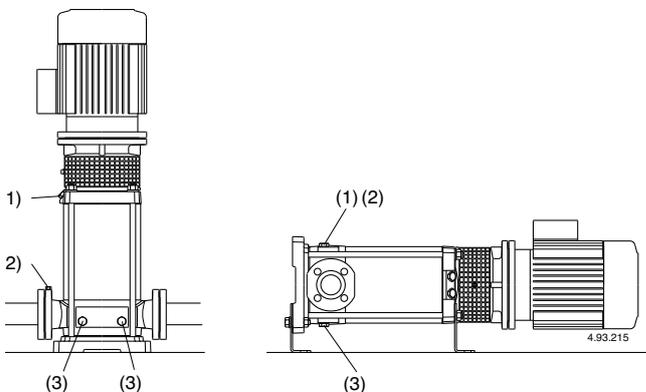

Рис. 3 (1) Наполнение и отдушина
При положении насоса **выше уровня перекачиваемой жидкости** (работа в режиме всасывания, **рис. 2А**) или при недостаточной высоте напора (менее 1 м) для открытия обратного клапана наполните всасывающую трубу и насос через соответствующее отверстие (1) (**рис. 3**).
Во время наполнения винт со штифтом (14.17) в сливной пробке (14.12) должен быть откручен, чтобы имелось соединение между камерой подающей части и камерой всасывающей части (**рис. 3а**).
Рис. 3а Наполнение: внутренний проход открыт
Рис. 3б При работе: внутренний проход открыт
(2) Отдушина на всасывании
(3) Слив
При работе **под гидравлическим напором** (**рис. 2В**) наполняйте насос, медленно открывая задвижку на всасывающей трубе до полного раскрытия; при этом, задвижка в подающей трубе и отдушины (1) и (2) должны быть полностью открыты (**рис. 3**), чтобы выпустить воздух.
Закройте отдушину (1) и (2) (рис. 3).
Для MXV-B, MXV(L) 25-32-40 и MXV(L)4 25-32-40 Затяните игольчатый винт (14.17) в сливной заглушке (14.12) (рис. 3б) и закройте отверстие для выпуска воздуха (14.04).
Если заливка прерывается (непостоянный поток на подаче при открытых задвижках) или если давление на манометре колеблется, провести повторный выпуск воздуха на всасывании (2), проверить герметичность всех соединений всасывающей трубы и крепко затянуть выпускную заглушку (2) и сливные заглушки (3) со стороны всасывания (рис. 3).
По возможности, как в случае временной работы с грязными жидкостями, прокачайте через насос немного чистой воды для удаления осадков. Либо, после слива воды, промыть насос, залив не менее 40 л чистой воды в заливочное отверстие (1) со стороны подачи и дав ей выйти через сливное отверстие (3) со стороны всасывания (рис. 3).
При продолжительных простоях, когда существует опасность замораживания, необходимо слить из насоса всю жидкость. Снять обе заглушки (14.12.) – поз. 3, рис. 3.
Перед разборкой насоса закройте задвижки на всасывании и подаче и слейте жидкость из корпуса насоса (рис. 3).